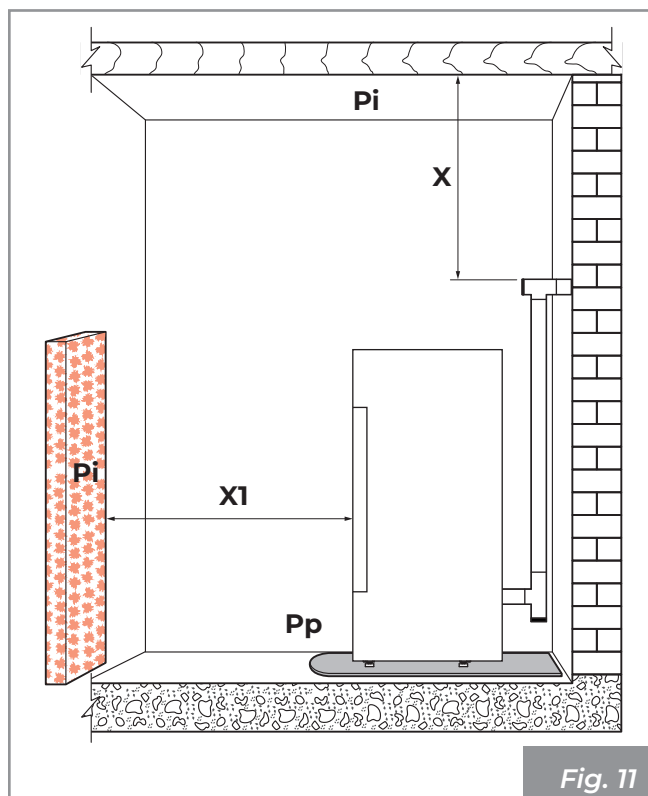

Fig. 11
Il est important de respecter la distance minimale par rapport aux matériaux inflammables (X) indiquée sur la plaque signalétique des tubes utilisés pour réaliser la cheminée ( **Fig. 11**).